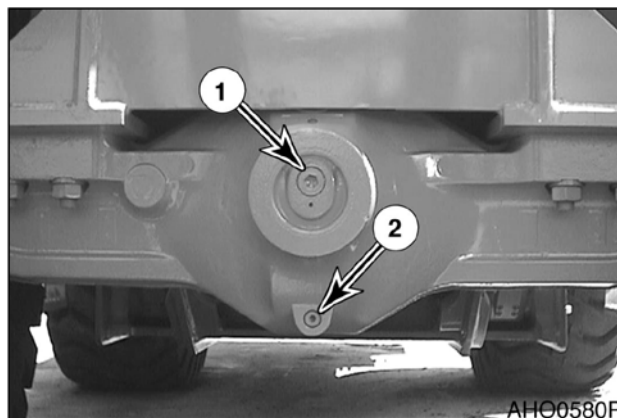

Рис. 77. ПЕРЕДНИЙ МОСТ
3. Очистить участок вокруг контрольно-заливной заглушки (1, рис. 77) и сливной заглушки (2) центрального дифференциала. Снять контрольно-заливную (1) и сливную (2) заглушки. Дать маслу стечь в соответствующую емкость.
4. Установить заглушку сливного отверстия (2, рис. 77) в центральный дифференциал и затянуть.